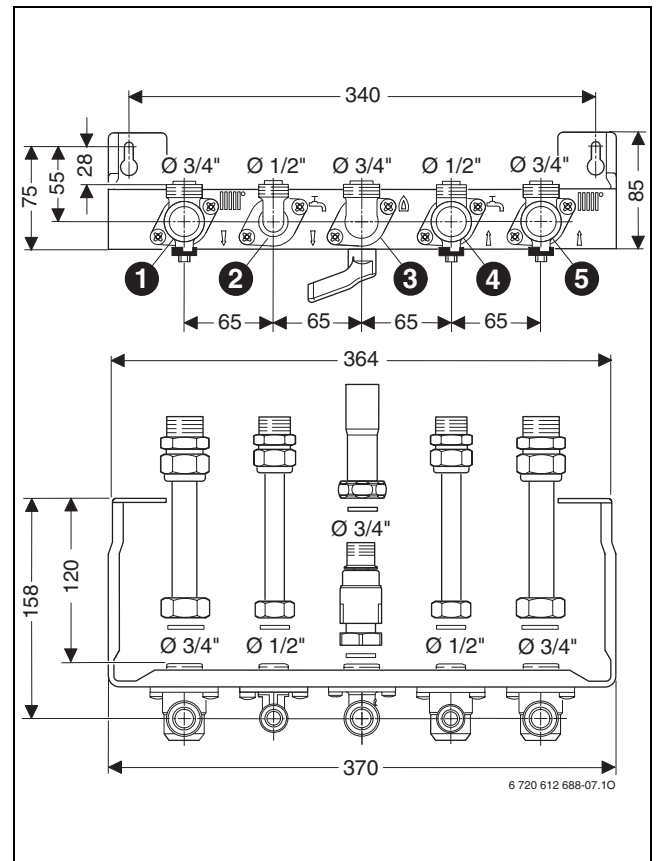

Fig. 7 Piastra di collegamento per il montaggio orizzontale
**Legenda delle figure 7 e 8:**